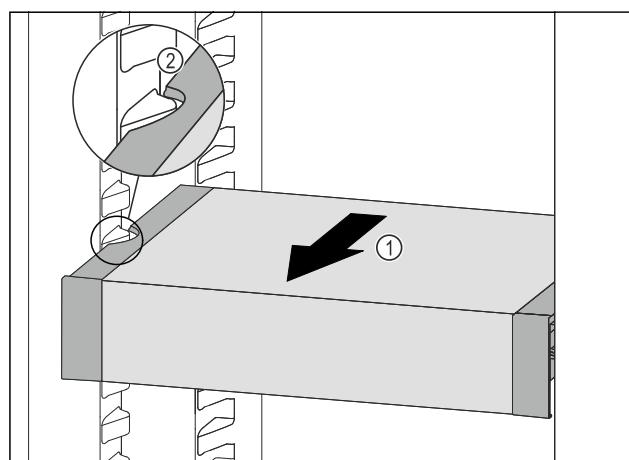

Fig. 78
- Predal VarioSafe povlecite naprej Fig. 78 (1), dokler nista stranska izreza predala VarioSafe na višini nastavka za posodo v hladilniku. Fig. 78 (2)